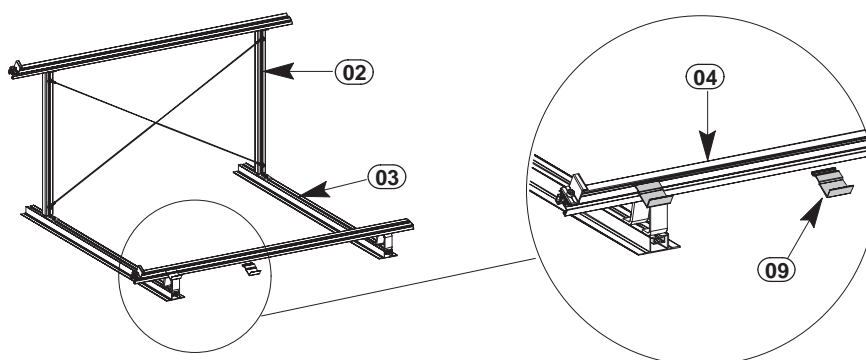

Abbildung 8: Einbringen der PV-Modulhalter
1.) Zwei PV-Modulhalter (09) - gemäß Abbildung 8 - in das untere Basisprofil-1 einhaken.